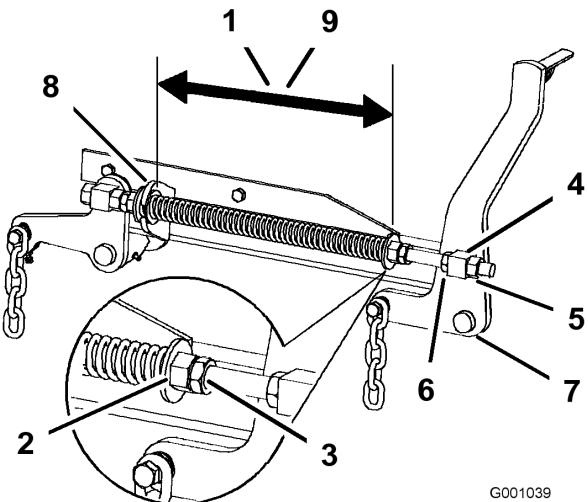

Figura 73
- Compruebe la distancia entre las dos arandelas grandes, que debe ser de 28,2 cm (11-1/8 pulg.) para plataformas de cortacésped de 52 pulgadas, o 26,7 cm (10-1/2 pulg.) para plataformas de cortacésped de 60 pulgadas (Figura 73).
- Ajuste esta distancia aflojando la contratuerca elástica y girando la tuerca que está delante de cada muelle (Figura 73). Gire la tuerca en el sentido de las agujas del reloj para acortar el muelle y en el sentido contrario a las agujas del reloj para alargar el muelle.
- Fije la tuerca en la posición deseada apretando la contratuerca elástica (Figura 73).